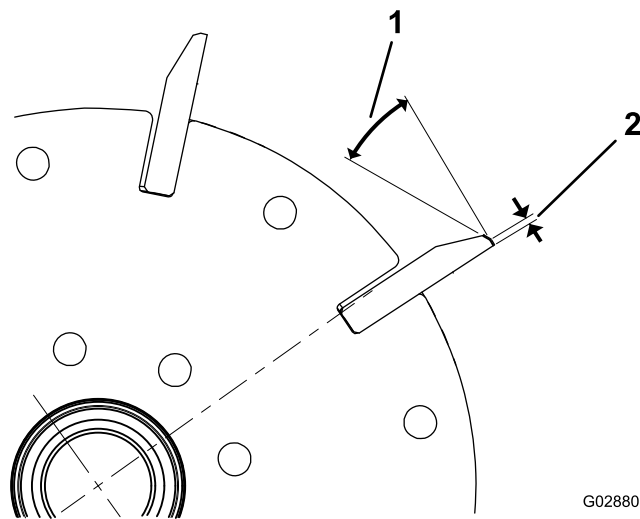
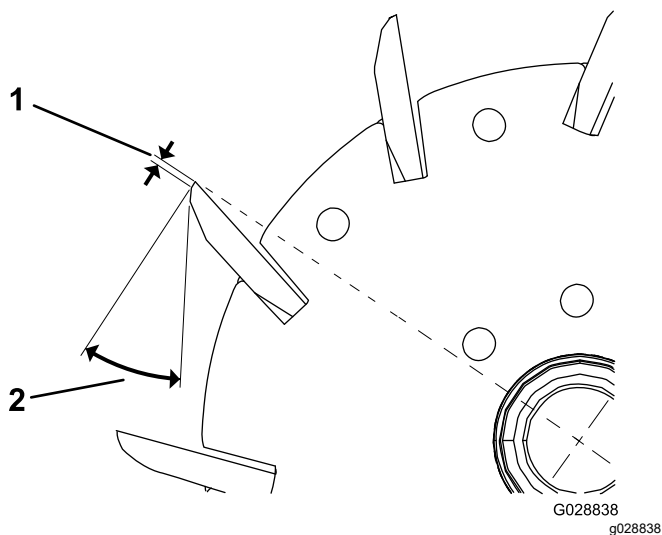

図 22
図 23
1. 全部のリール刃に 30°の角度で2番削りを行って、ランド部の幅を 1.3 mm にしてください 図 22と図 23。